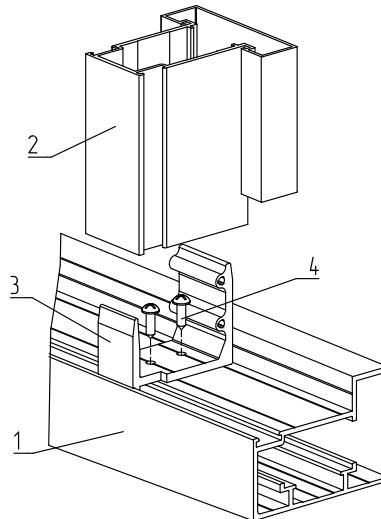

Рис. 68. Установка соединителей под вертикальный разделятельный импост (столб):
- установка соединителей под вертикальный разделятельный импост (столб) (*рис. 68*).